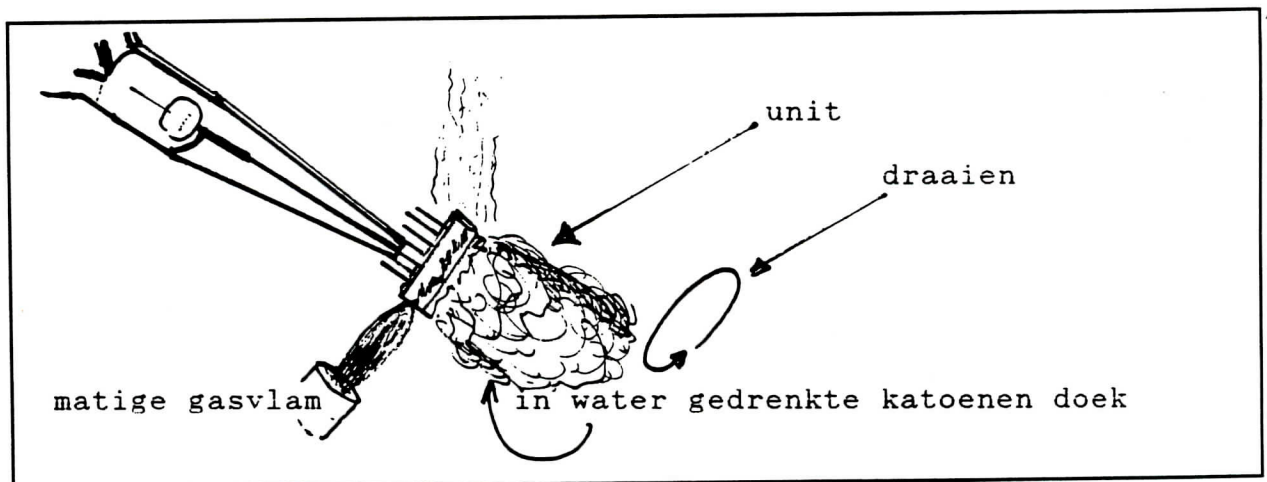

Fig. 3. Het lossolderen van de modeles gaat het best op de wijze zoals in bovenstaande tekening is aangegeven
-Open de unit op de bekende manier. (fig.3)